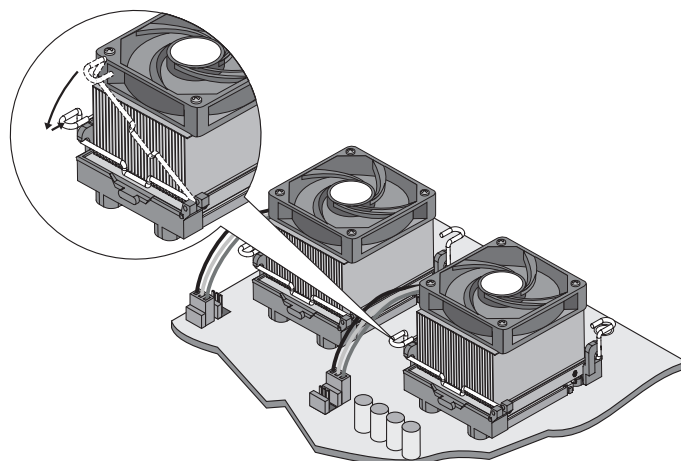

Figura 2-19: Asegurar el disipador térmico
6. Cierre la palanca de bloqueo sobre cada soporte para asegurar el disipador térmico. Para cerrar la palanca de bloqueo, presiónela hacia abajo y coloque su asa correctamente debajo del gancho del soporte. Consulte la figura 2-19.
7. Conecte el conector del ventilador de refrigeración del disipador térmico al conector del segundo ventilador de refrigeración (ventilador de la CPU 2) en la placa del sistema. Consulte la figura 2-19.